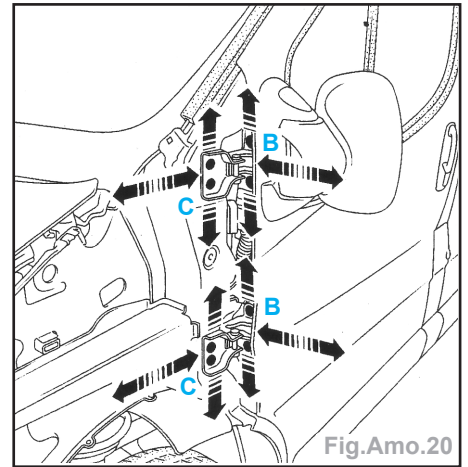

Fig.Amo.20
- Tous les réglages des jeux de la porte (zones 1 à 5) sont assurés au niveau des vis de fixation (B et C) des charnières (Fig.Amo.20).